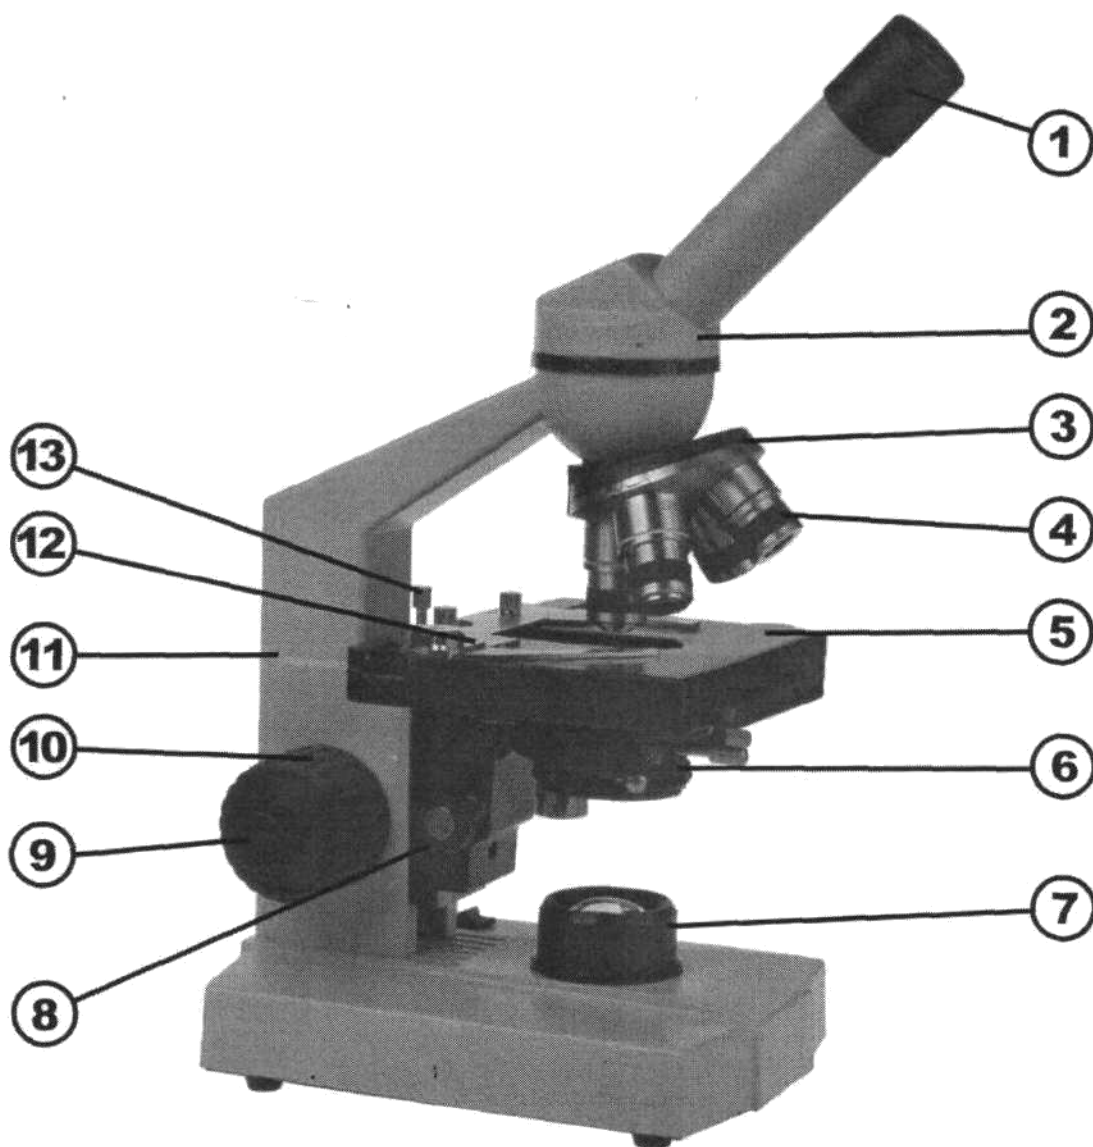
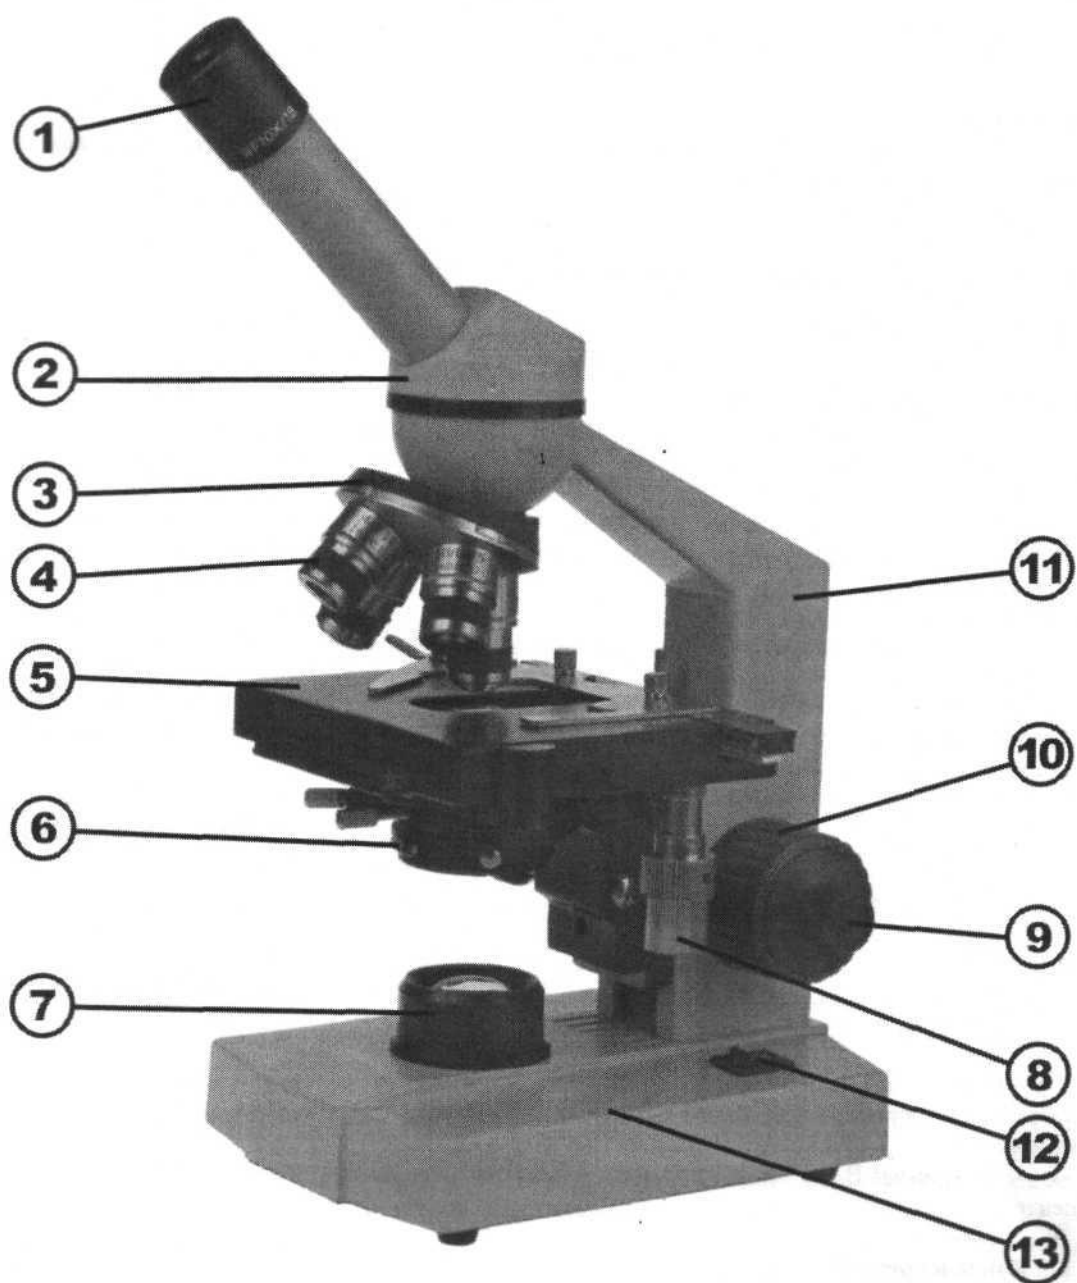

Рисунок 1. Микроскоп с монокулярной насадкой и встроенным в основание осветителем с лампой 220В/20Вт и блоком питания.
Рисунок 2. Микроскоп с монокулярной насадкой и встроенным в основание осветителем с лампой 220 В/20 Вт и блоком питания.
Насадка 2 (рисунок 1, 2) обеспечивают визуальное наблюдение изображения объекта; устанавливаются в гнездо штатива 11 (рисунок 1, 2) и закрепляются винтом 12 (рисунок 2) Насадку при установке развернуть окулярами в сторону предметного столика.
Револьверное устройство 3 (рисунок 1, 2) обеспечивает установку четырех объективов 4 (рисунок 1, 2). Смена объективов производится вращением револьверного устройства за конусную поверхность до фиксированного положения.
Конденсор 6 (рисунок 1, 2) установлен в кронштейн под предметным столиком микроскопа. Перемещение конденсора вдоль оптической оси микроскопа осуществляется с помощью рукоятки 8 (рисунок 1) перемещения кронштейна конденсора, расположенной слева от наблюдателя под столиком микроскопа.
Фокусировочный механизм расположен в штативе микроскопа. Фокусирование на объект осуществляется перемещением по высоте предметного столика 5 (рисунок 1, 2). Грубая фокусировка производится вращением рукояток 10 (рисунок 1,2), расположенных по обеим сторонам штатива.
После завершения грубой фокусировки для быстрого повторного фокусирования рекомендуется закрепить положение грубой фокусировки при помощи стопора 14 (рисунок 1) путем переведения рычага в крайнее переднее положение.
Тонкая фокусировка производится вращением рукояток 9 (рисунок 1, 2), расположенных по обеим сторонам штатива на одной оси с рукоятками грубой фокусировки.
Для предотвращения случайного повреждения объекта, перемещение предметного столика с помощью фокусировочного механизма ограничивается винтовым упором 13 (рисунок 1), находящимся в штативе.
Двухкоординатный прямоугольный предметный столик 5 (рисунок 1, 2) обеспечивает перемещение объекта в двух взаимно перпендикулярных направлениях с помощью рукояток 8 (рисунок 2), расположенных на одной оси.
Объект крепится на поверхности столика между держателем и прижимом препаратоводителя 12 (рисунок 1), для чего прижим отводится в сторону. При снятом препаратоводителе объект можно перемещать рукой.
Встроенный в основание микроскопа осветитель включает коллектор в оправе 7 (рисунок 1, 2), который ввинчивается в отверстие основания 13 (рисунок 2) и держатель лампы накаливания 220В, 20 Вт. Питание лампы осуществляется от сети переменного тока напряжением (220 ± 22) В, частотой 50 Гц через источник электропитания, также встроенный в основание микроскопа.
Включение осветителя осуществляется с помощью выключателя 12 (рисунок 2), расположенного на правой горизонтальной поверхности основания микроскопа.
- Вставить в окулярный тубус насадки 2 (рисунок 1, 2) окуляр 1 (рисунок 1, 2).
- Опустить вращением рукоятки 10 (рисунок 1, 2) предметный столик.
- Объективы 4 (рисунок 1, 2) должны быть установлены в гнезда револьверного устройства 3 (рисунок 1, 2) в порядке возрастания увеличения.
- вращением рукоятки 10 (рисунок 1, 2) грубой фокусировки осторожно поднять предметный столик почти до соприкосновения объекта с фронтальной линзой объектива;
Поднять рукояткой перемещения кронштейна конденсора 8 (рисунок 1) кронштейн с конденсором 6 (рисунок 1, 2) до упора и полностью раскрыть апертурную диафрагму конденсора.
Включить лампу осветителя: выключатель 12 (рисунок 2) во включенное положение.